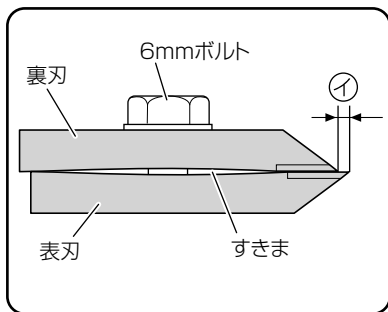
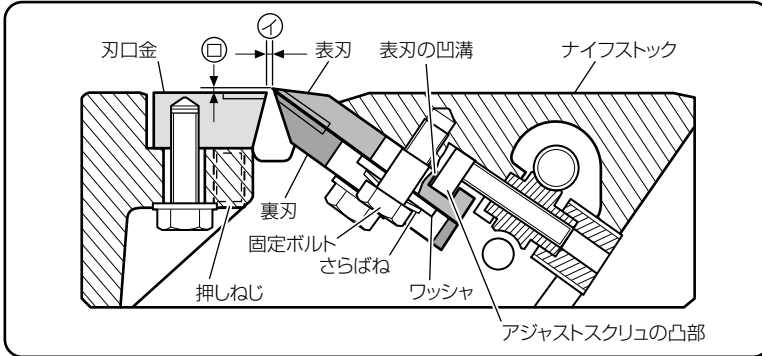

図 19
図 24
(1) 木材の用途（柱および板など）に合わせて表刃の刃先が裏刃の刃先から①寸法出るように調整してから、5個の6mmボルトを付属の10mmボックススパナで締付けます。（図19）
①寸法 柱……0.4～0.5mm
(2) 表刃と裏刃の合わせ面は図19のようにすきまがあり、刃先の部分が開かないようになっています。締めすぎると刃先の部分が開き、木材の切削面に逆目ができることがありますのでご注意ください。
(1) 図19のように組立てしたかな刃（表刃・裏刃）の表刃凹溝（図24参照）をアジャストスクリュの凸部（図24参照）に入れ、ターンテーブルに取付けます。